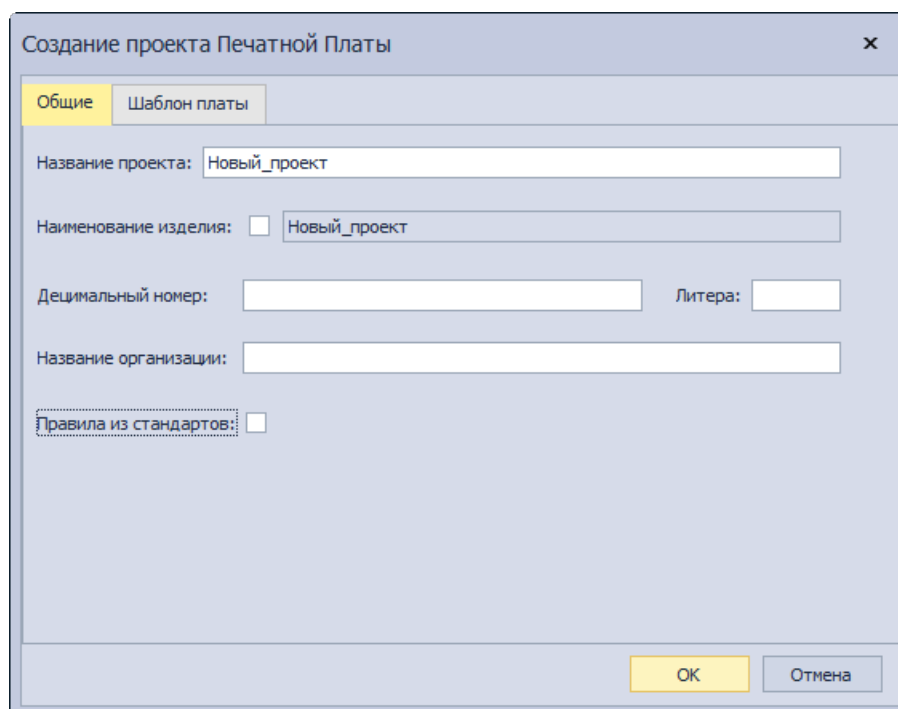

Рис. 23 Создание проект платы из шаблона
5. В окне «Создание проекта печатной платы» во вкладке «Общие» введите наименование проекта и заполните основные данные при необходимости, Рис. 23.